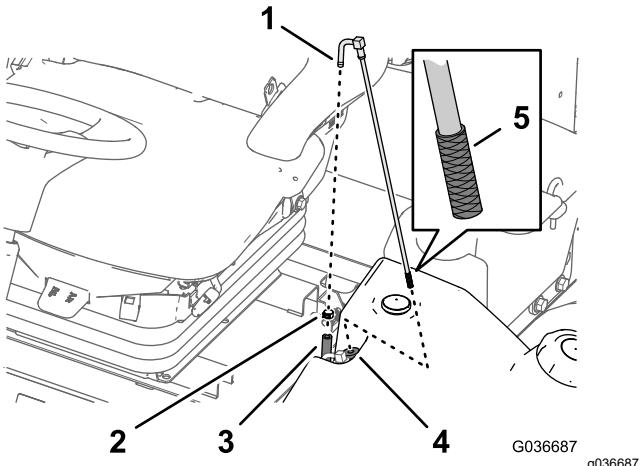

Рисунок 53
- Снимите шланговый хомут, который крепит шланг подачи топлива к штуцеру топливозаборной трубы (Рисунок 53).
- Отсоедините шланг от штуцера (Рисунок 53).
- Извлеките топливозаборную трубку из топливного бака (Рисунок 53).
- Очистите от загрязнений сетчатый фильтр на конце топливозаборной трубы (Рисунок 53).
- Вставьте топливозаборную трубку в резиновую втулку и в бак (Рисунок 53).